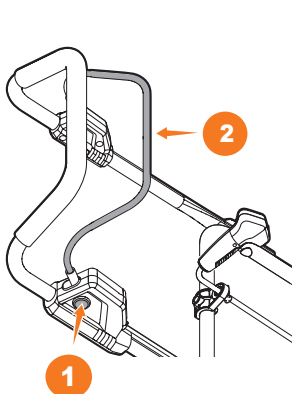

Рис. 10
- Зажмите кнопку блокировки включения **1** и прижмите скобу **2** включения двигателя к рукоятке (Рис. 10). Двигатель заработает и шнек начнет вращение.
- Отпустите кнопку блокировки включения **1**, продолжая прижимать скобу **2** включения двигателя и приступайте к уборке снега (Рис. 10).
- Для остановки двигателя отпустите скобу **2** включения двигателя и дождитесь полной остановки вращения шнеков (Рис. 10).